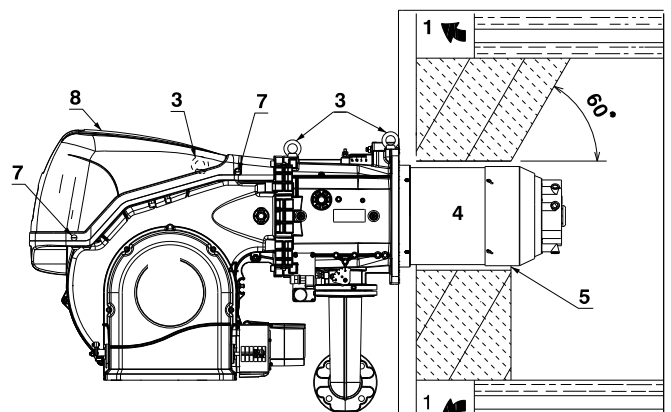

Abb. 15
Für Heizkessel mit vorderem Abgasumlauf 1)(Abb. 15) oder mit Flammenumkehrkammer muss eine Schutzschicht aus feuerfestem Material 5), zwischen feuerfestem Material des Kessels 2) und Flammrohr 4) ausgeführt werden.
Ein entsprechendes Hebesystem vorbereiten, dazu zuerst die Arretierschrauben 7) der Verkleidung 8) lösen und dann das System an den Ringen 3)(Abb. 15) einhängen.
- Den beige packten Hitzeschutz am Brennerrohr 4)(Abb. 15) einpassen.